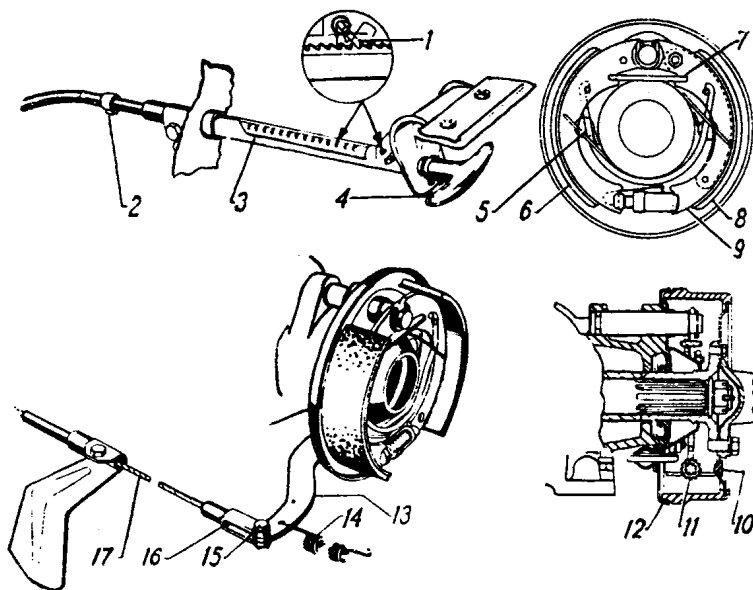

Рис. 73. Ручной тормоз.
2. Через регулировочную щель в тормозном барабане отверткой заверните регулировочную гайку 11 (рис.73) так, чтобы барабан от усилия рук не проворачивался.